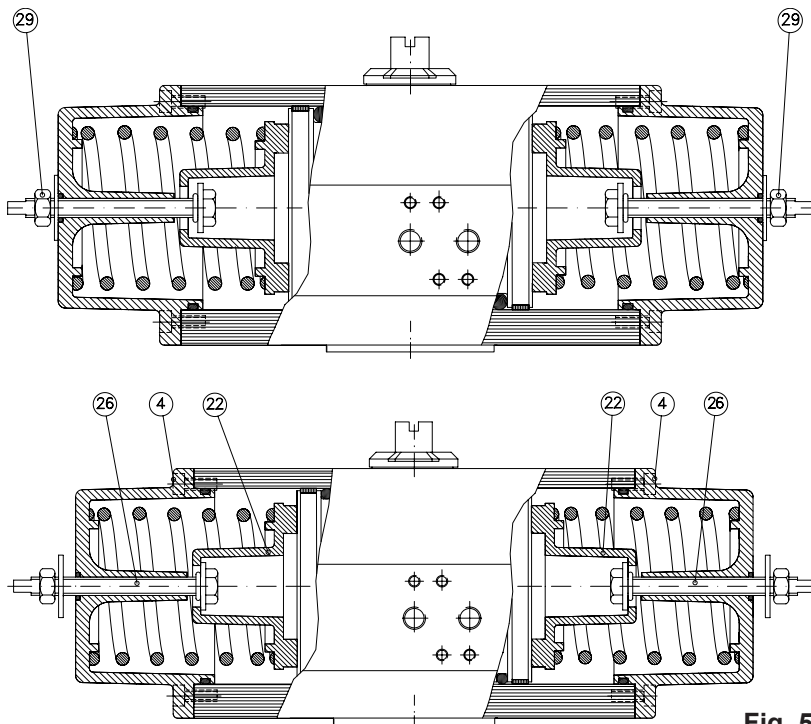

Fig. 5
2. Sprawdź, czy sprężyna dociska tłok do jego pozycji początkowej tak jak na Rys.5.
4. Odkręć nakrętkę zabezpieczającą (29).
5. Przekręć śrubę naprężającą (26) w lewo, aż będzie ona luźno leżały na przewodnicy sprężyny (22).
6. Przekręć lewą śrubę naprężającą (26) w lewo, aż będzie ona luźno leżały na przewodnicy sprężyny (22) i następnie zdemontuj obudowę sprężyny poprzez odkręcenie śruby (4).